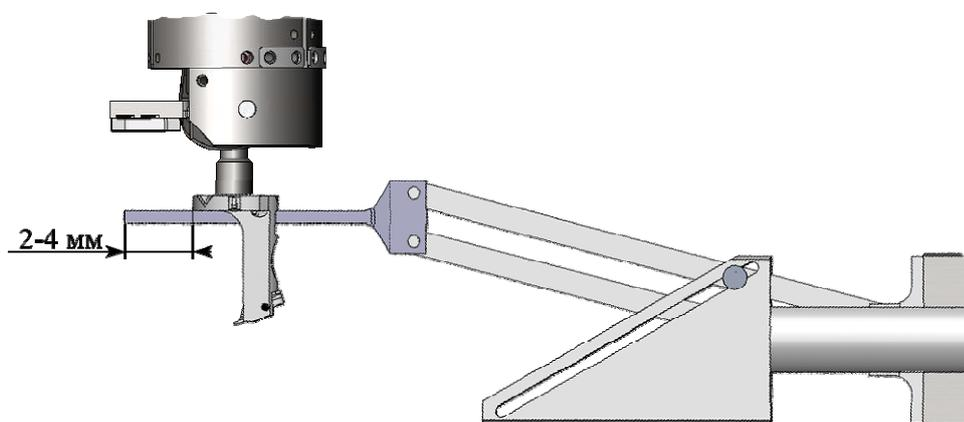

Рис. 11-9
11. Управляя перемещением манипулятора в горизонтальном направлении с помощью кнопок панели **Manipulator**, переместите кронштейн так, чтобы его край выступал за край зондовой головки на 2÷4 мм (Рис. 11-9).